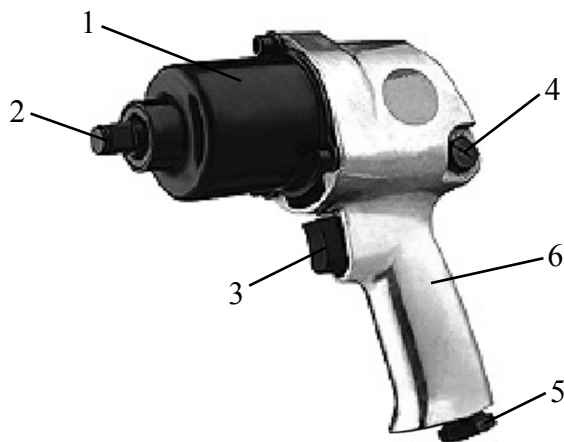

Рис. 1
6.3 Реверс. Установите переключатель направления вращения 4 (рис.1) в необходимую позицию. Переключать направление вращения можно только при неработающем инструменте.;
6.6 Включение и выключение гайковёрта осуществляется нажатием выключателя (поз. 3 рис. 1). Следует помнить, что после того, как вы отпустите выключатель, вращение шпинделя будет осуществляться ещё несколько секунд.